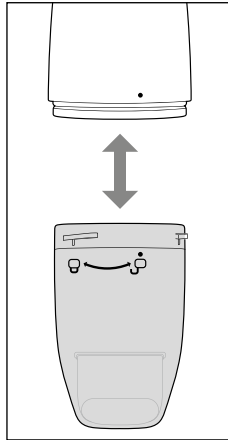

Abb. 7
2. Nehmen Sie den Schmutzbehälter **3** so vom Gerät ab, dass er nach unten zeigt (siehe Abb. 7).